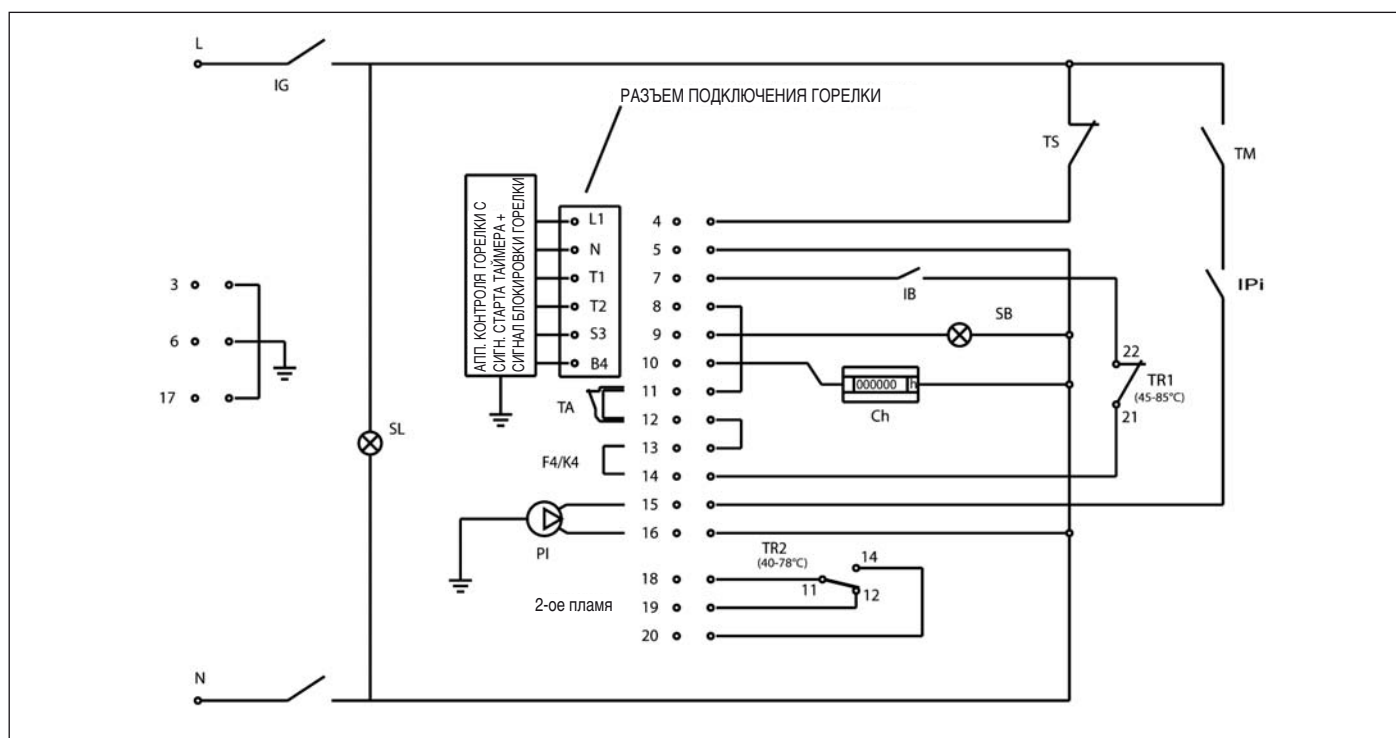

Рис. 17
7.2 Электрическая схема горелки и однофазного насоса (Рис. 17)